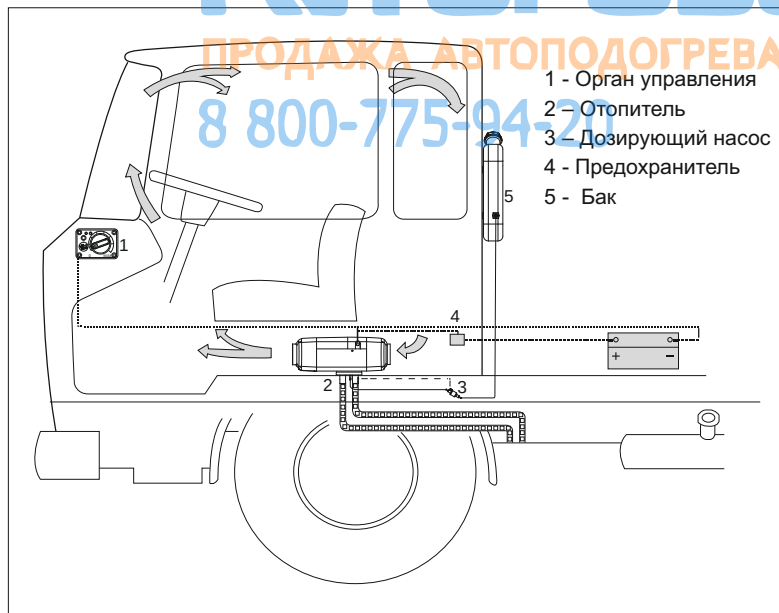
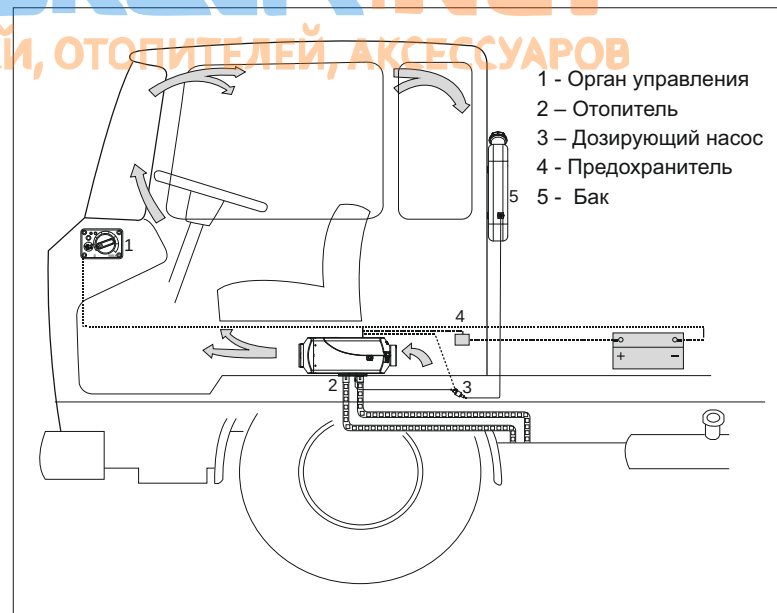

Рис. 1 (W)
Рис.2 (E)
Основной частью автомобильного воздушного автономного отопителя (далее отопитель) является малогабаритная печь на жидком топливе, которая управляется однокристальным микрокомпьютером. Печь (т.е. теплообменник) расположена во внешнем корпусе, образующем независимый воздушный канал. Холодный воздух подается в канал вентилятором нагнетателя и после нагрева выдувается, тем самым, образуется теплоснабжающая система, независимая от установленного автомобильного устройства отопления. Таким образом независимо от работы автомобильного двигателя отопитель служит для обогрева водительской кабины, салона и др. Схема работы показана на Рис. 1 (W) и Рис.2 (E).